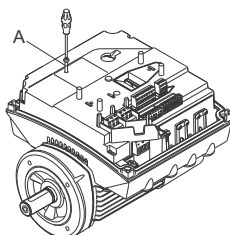

Рис. 60 Снятие крепёжного винта
3. Открутите крепёжный винт (рис. 60, поз. А).
- Установите и закрутите крепёжный винт (рис. 60, А) с моментом затяжки 1,3 Нм.